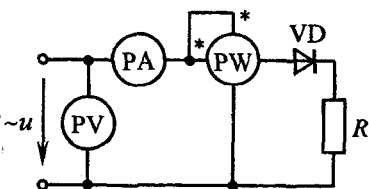

Рис. 4.15
**Задача 4.25.** В цепи рис. 4.15  $R = 100$  Ом, напряжение  $u = 141 \sin \omega t$  В.